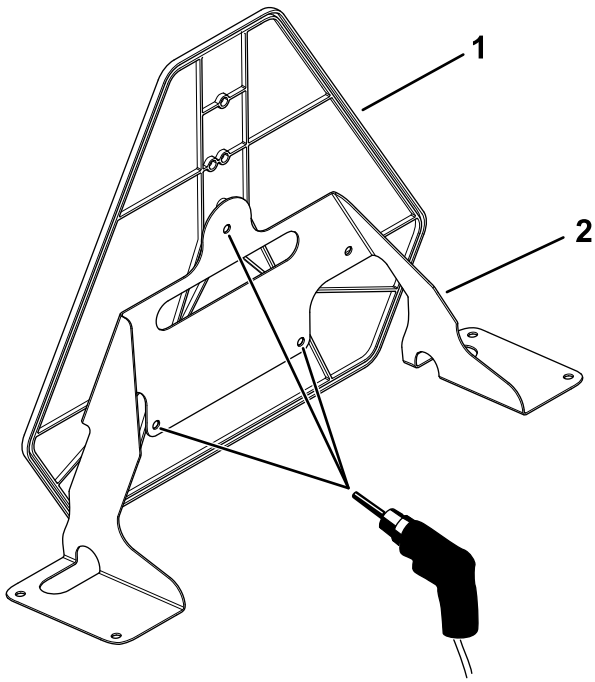

Figure 26
5. En vous servant du support de feu de position comme gabarit, percez 3 trous ($\frac{5}{16}$ po) dans le panneau « véhicule lent » (Figure 26).